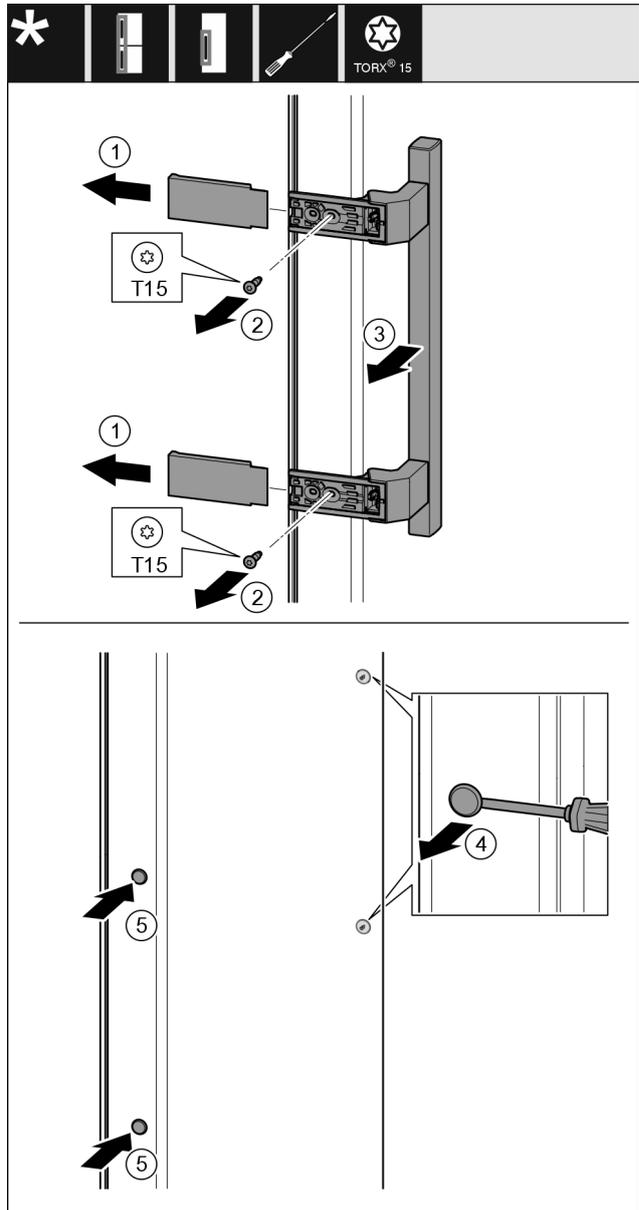

Fig. 24
- ▶ Abdeckung Fig. 24 (1) abziehen.
- ▶ Schrauben Fig. 24 (2) mit Schraubendreher herausdrehen.
- ▶ Griff Fig. 24 (3) abnehmen.
- ▶ Seitlichen Stopfen Fig. 24 (4) vorsichtig mit einem Schlitzschraubendreher anheben und herausziehen.
- ▶ Stopfen Fig. 24 (5) auf der anderen Seite wieder einsetzen.